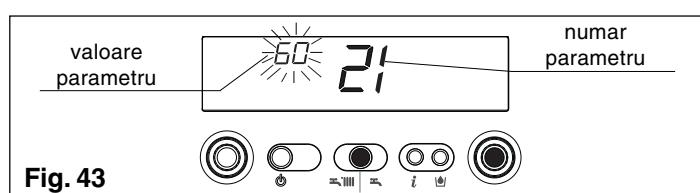

Fig. 43
- apasati ENTER pentru a accesa functiunea de modificare a parametrului. Atunci cand apasati ENTER valoarea setata anterior incepe sa clipeasca (fig. 43)